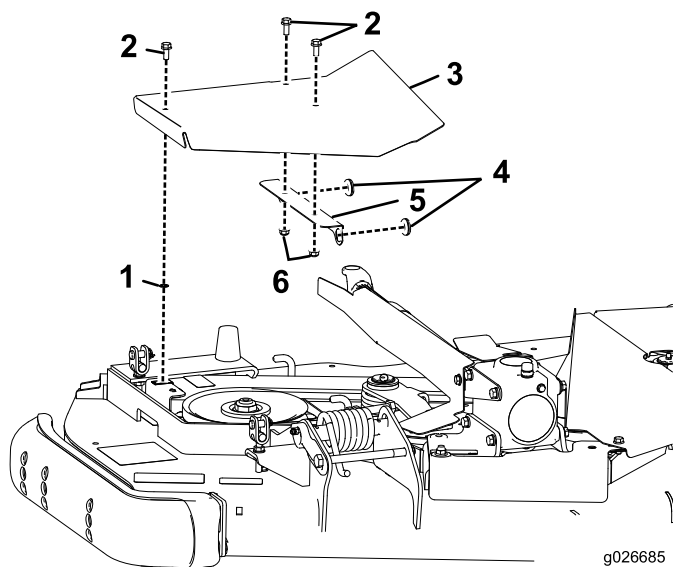

Figure 11
1. Insérez une bague dans chacun des 2 trous du support de couvercle (Figure 11).
2. Montez le support sur le couvercle droit du plateau au moyen de 2 vis à embase hexagonale et écrous à embase (Figure 11).
3. Montez la vis à embase hexagonale et l'écrou poussoir sur le couvercle (Figure 11).
5. Fixez le couvercle à l'écrou de retenue existant du plateau au moyen de la vis à embase hexagonale montée précédemment (Figure 11).